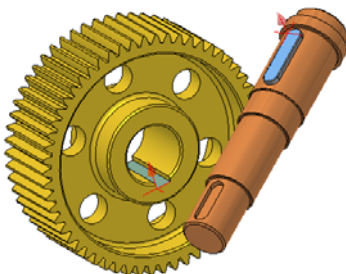

图 10-12 对准角度示意图
②单击【装配】标签栏【位置】面板上的【约束】工具按钮，打开【放置约束】对话框，装配类型选择为【角度】选项，然后选择如图 10-12 所示的键槽底面和平键底面（表面有箭头符号），角度设置为 180° ，方式选择为【定向角度】选项，单击【确定】按钮即可完成对准角度装